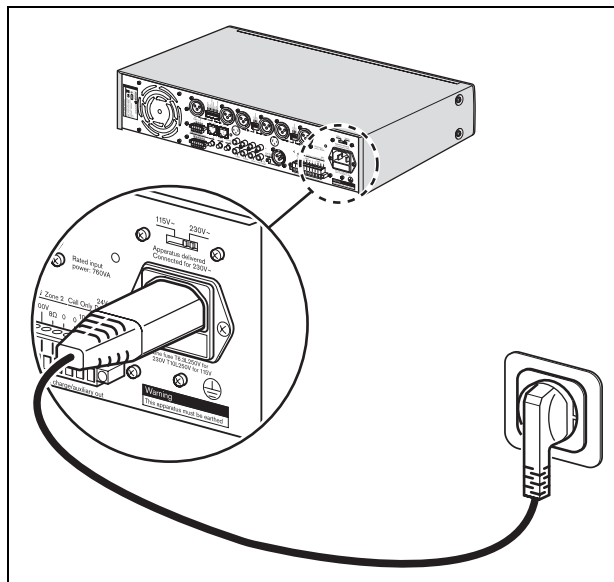

figura 5.1: Selector de tensão
- 1 Certifique-se de que o selector de tensão (115V/230V) está correctamente regulado para a corrente utilizada no país (consulte a figura 5.1).